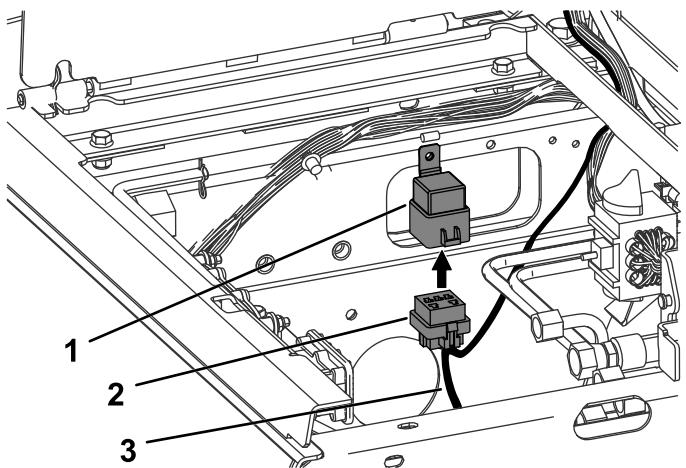

Bild 27
8. Stecken Sie den Relaisanschluss in das Relais, wie in Bild 27 abgebildet.